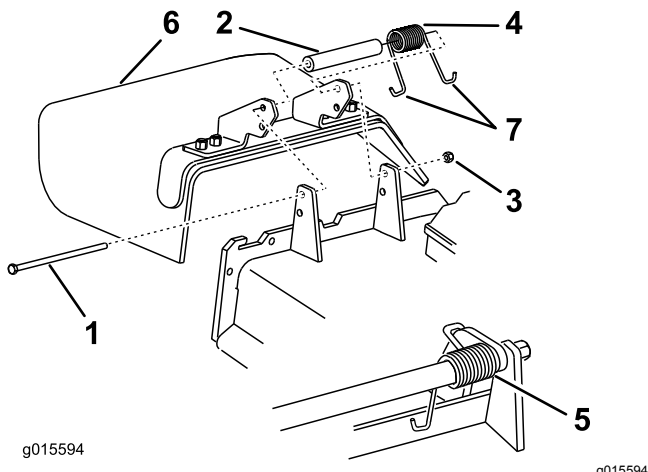

Figura 101
1. Retire la contratuerca, el perno, el muelle y el espaciador que sujetan el deflector a los soportes de pivote (Figura 101).
2. Retire el deflector de hierba dañado o desgastado (Figura 101).
Nota: Asegúrese de colocar un extremo con gancho en **J** del muelle detrás del rebordo de la carcasa antes de instalar el perno, según se muestra en Figura 101.
6. Coloque 1 extremo en **J** del muelle alrededor del deflector de hierba (Figura 101).